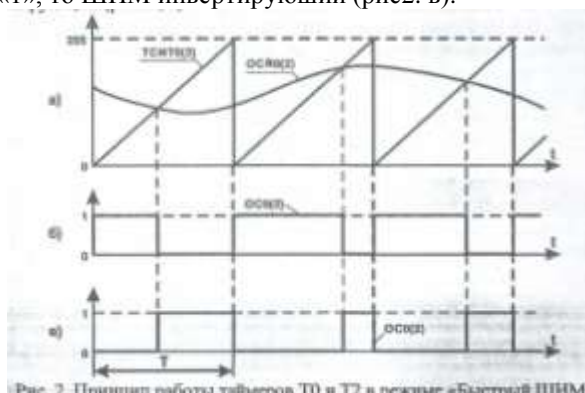

Рис. 2. Принцип работы таймеров T0 и T2 в режиме «Быстрый ШИМ»
В режиме быстрого ШИМ счетный регистр TCNT0(2) таймера производит формирование пилообразной развертки (рис. 2, а), инкрементируя свое значение по каждому импульсу с делителя, который устанавливается в регистре управления TCCR0(2) таймера T0(T2). При достижении счетным регистром значения 255 происходит его автоматическое обнуление.
В регистрах сравнения OCR0(2) таймеров T0 и T2 может быть записано любое число от 0 до 255. С этим числом сравнивается значение счетного регистра TCNT0(2) и при их равенстве происходит переключение вывода таймера OC0 или OC2 в соответствии с настройками регистра управления TCCR0(2) таймера. В случае, если при совпадении $TCNT0(2) = OCR0(2)$ вывод OC0(2) таймера обнуляется, то ШИМ получается неинвертирующим (рис. 2, б), а если при совпадении вывод устанавливается в состояние логической «1», то ШИМ инвертирующий (рис. 2, в).